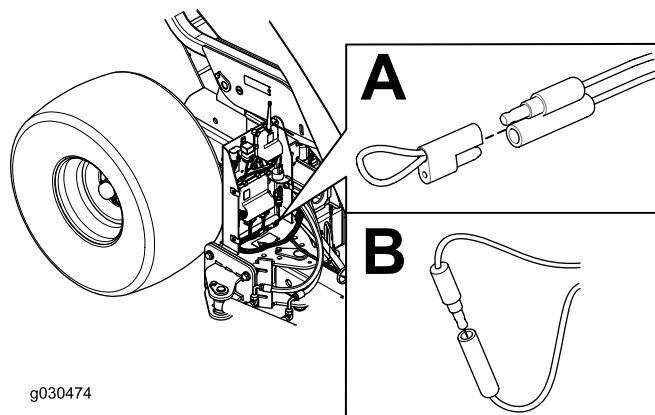

Bild 40
4. Ziehen Sie die unverlierbare Kappe der zwei Diagnostik-Shuntstecker ab (Bild 40, A).
5. Stecken Sie die Diagnostik-Shuntstecker zusammen (Bild 40, B).